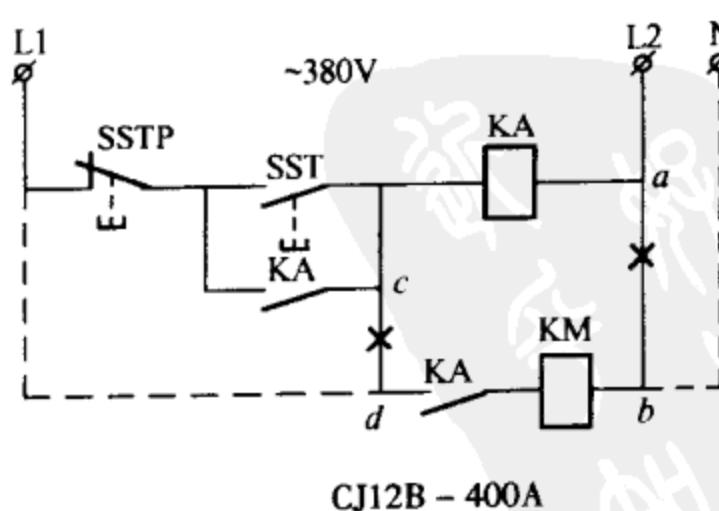
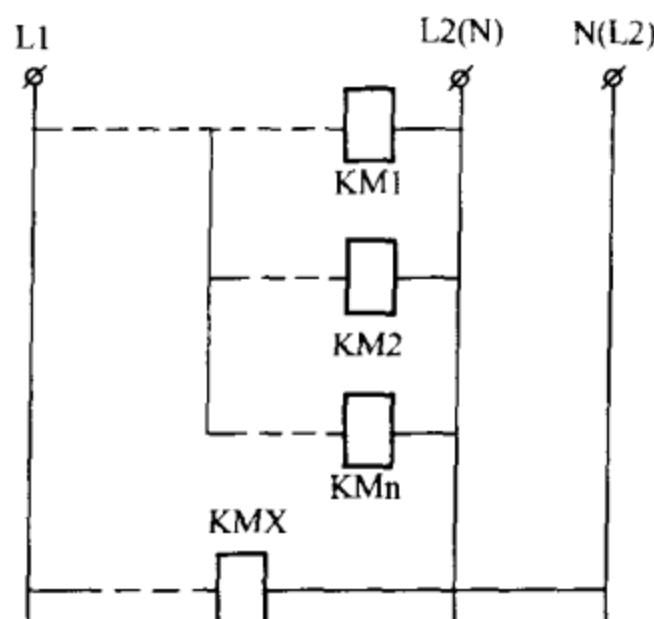

图 3-15 接触器 KM 替代改线示意图
图 3-17 KMX 接触器独立
(1) 原控制线路如图 3-15 的实线所示，中间继电器 KA 和主交流接触器 KM 均为 380V。当 KM 损坏时，以 220V 规格的交流接触器代替。若此时仅仅简单地将 ab 处断开，b 处接中性线
两相（或相零）之间，可以直接互换代用（如图 3-17 中的 XKM）。
(2) 如果代用继电器、接触器支路在原电路与若干线圈支路并列时（如图 3-17 中的 KM₁ ~ KM_n），则：①互换支路中串有动合触点时，如图 3-15 中动合触点 KA，还需要把动合触点的另一端（cd 处）断开改接（L₁），使其与动合触点自成独立支路；